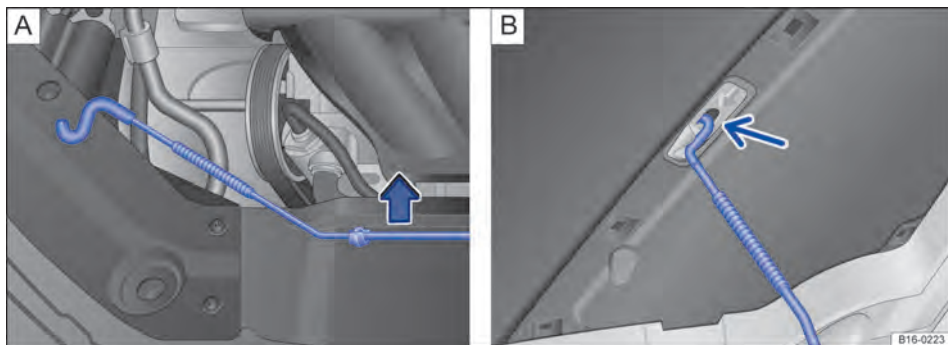

Fig. 197 **A** No compartimento do motor: suporte da tampa. **B** Tampa do compartimento do motor aberta.
- Retirar a haste de sustentação da tampa do suporte no sentido da seta → **Fig. 197 A** e encaixá-la na abertura na tampa do compartimento do motor → **Fig. 197 B** (seta).
- Desenganchar a haste de sustentação da tampa e travá-la no suporte no fecho → **Fig. 197 A**.